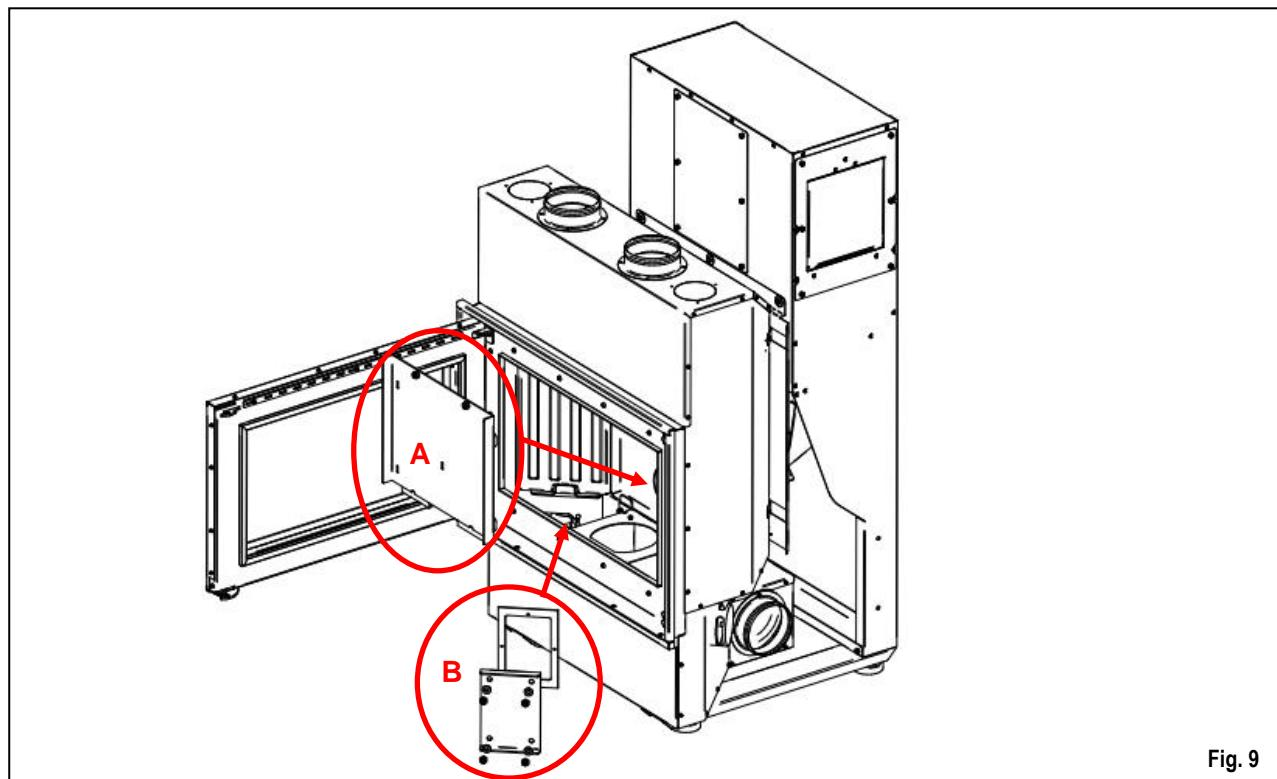

Fig. 9
Folosind o surubelnita plata faceti pirghie pe cele doua insertii indicate figura 1 pentru a inlatura inspectia frontală de acces la pasajul de fum (A) (Fig.9) dupa care inlaturati si inspectia pasajului de fum (B) (Fig.9).